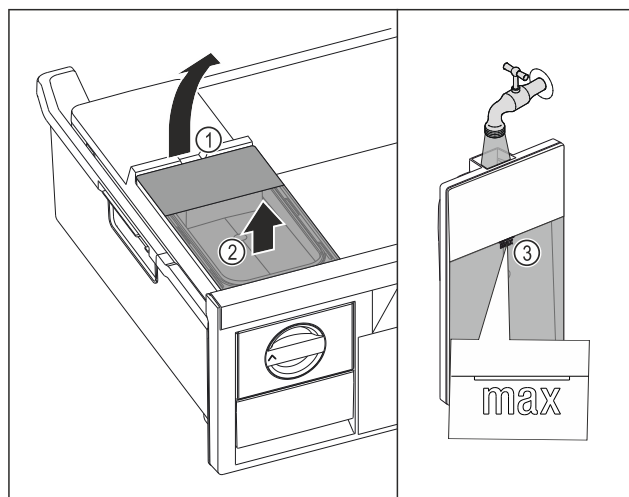

Fig. 151
- ▶ Lyft vattenbehållaren i fördjupningen Fig. 151 (1).
- ▶ Ta ut vattenbehållaren uppåt. Fig. 151 (2)
- ▶ Fyll vattenbehållaren med dricksvatten upp till markeringen Fig. 151 (3).